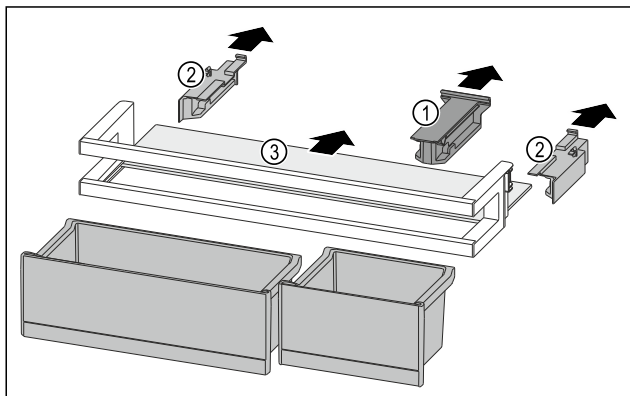

Fig. 223
- Hiqni pjesën mbajtëse Fig. 223 (1).
- Hiqni pjesët anësore Fig. 223 (2).
- Hiqni raftin mbajtës Fig. 223 (3).